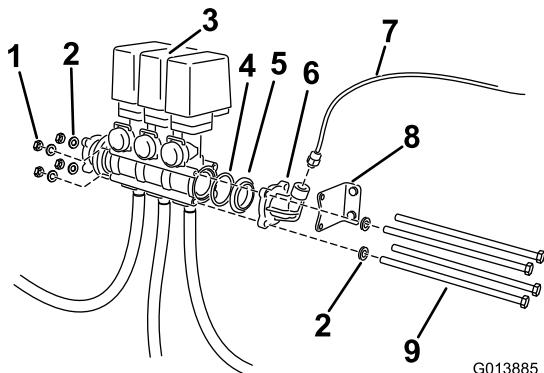

**Figure 3**
- Desserrez, mais ne retirez pas, les boulons qui fixent l'ensemble vannes de rampe au support (Figure 3).